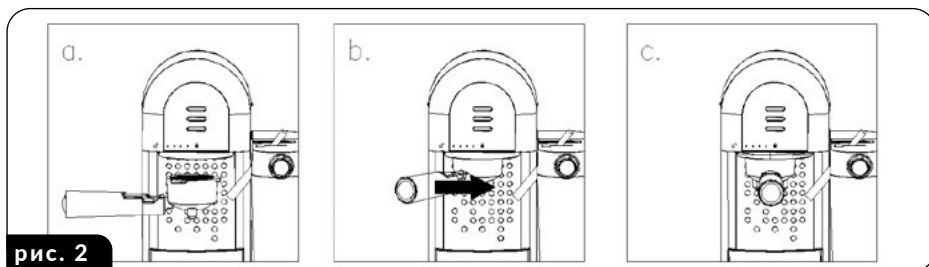

рис. 2
1. Установите колбу (10) с установленным фильтром (13) в гнездо для установки колбы (5) так, чтобы держатель колбы (12) совпал с символом открытого висячего замка на передней панели кофемашины (рис. 2).